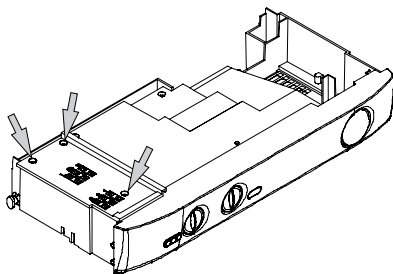

рис. 5.7
- Открутите винты и снимите крышку коробки с клеммами рис. 5.7.